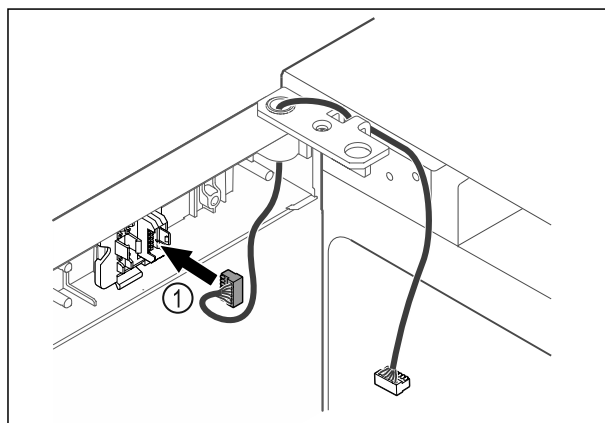

Fig. 42
- ▷ Sett pluggen Fig. 42 (1) i pluggholderen.